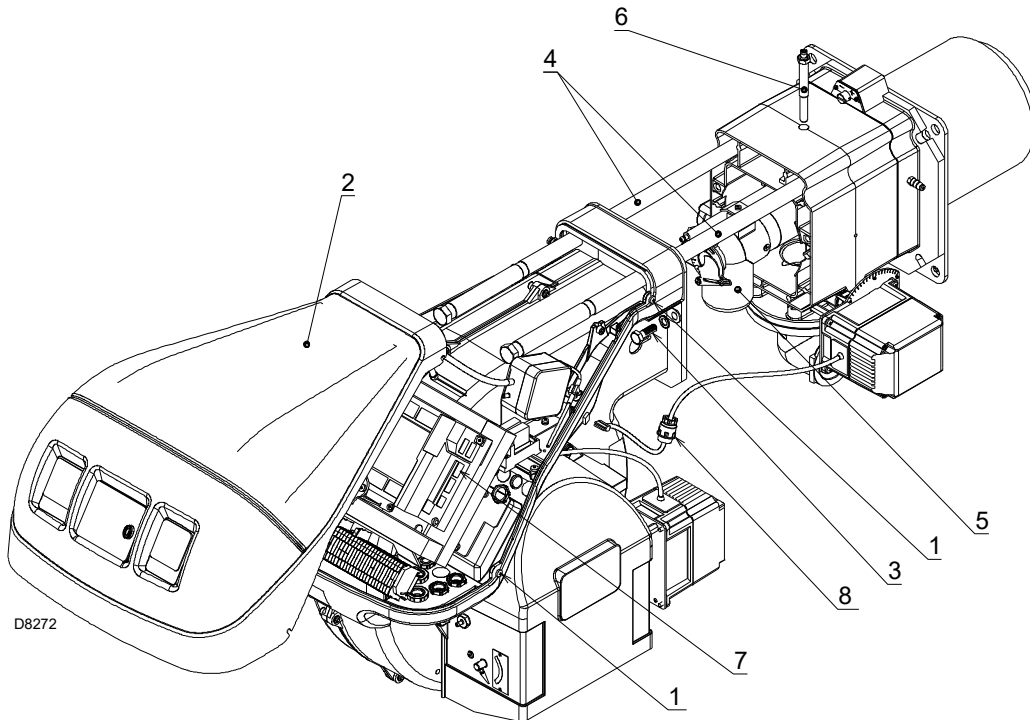

Abb. 37
Prüfen Sie, dass die Gasaustrittsöffnungen für die Zündphase im Verteiler des Flammkopfes von Verschmutzungen oder Rostablagerungen frei sind. Im Zweifelsfalle die Krümmung (Abb. 37 auf Seite 53) ausbauen.
- Die 4 Schrauben 1)(Abb. 37) lockern und die Haube 2) abnehmen.
- Den Stecker des Stellmotors 7)(Abb. 37) anschließen und die Kabeldurchführung 8) anschrauben.